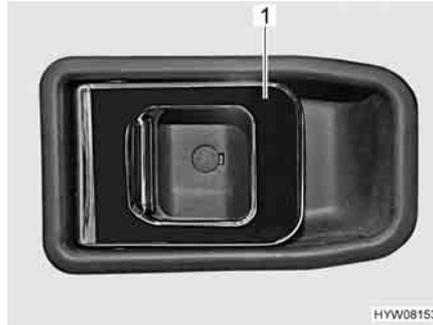

Fig. 35 Serratura della porta di ingresso, lato interno
**Apertura:** ■ Tirare la maniglia (Fig. 35,1). La serratura della porta si sblocca.
**Bloccaggio:** ■ Premere la maniglia (Fig. 35,1). La serratura della porta è bloccata.